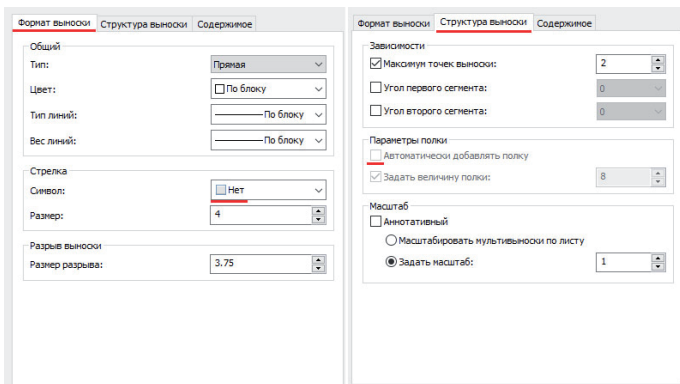

Рис. 8. Настройки стиля мультивыноски
- Создаем стиль на основе стандарта и меняем настройки так, как показано на рис. 8.